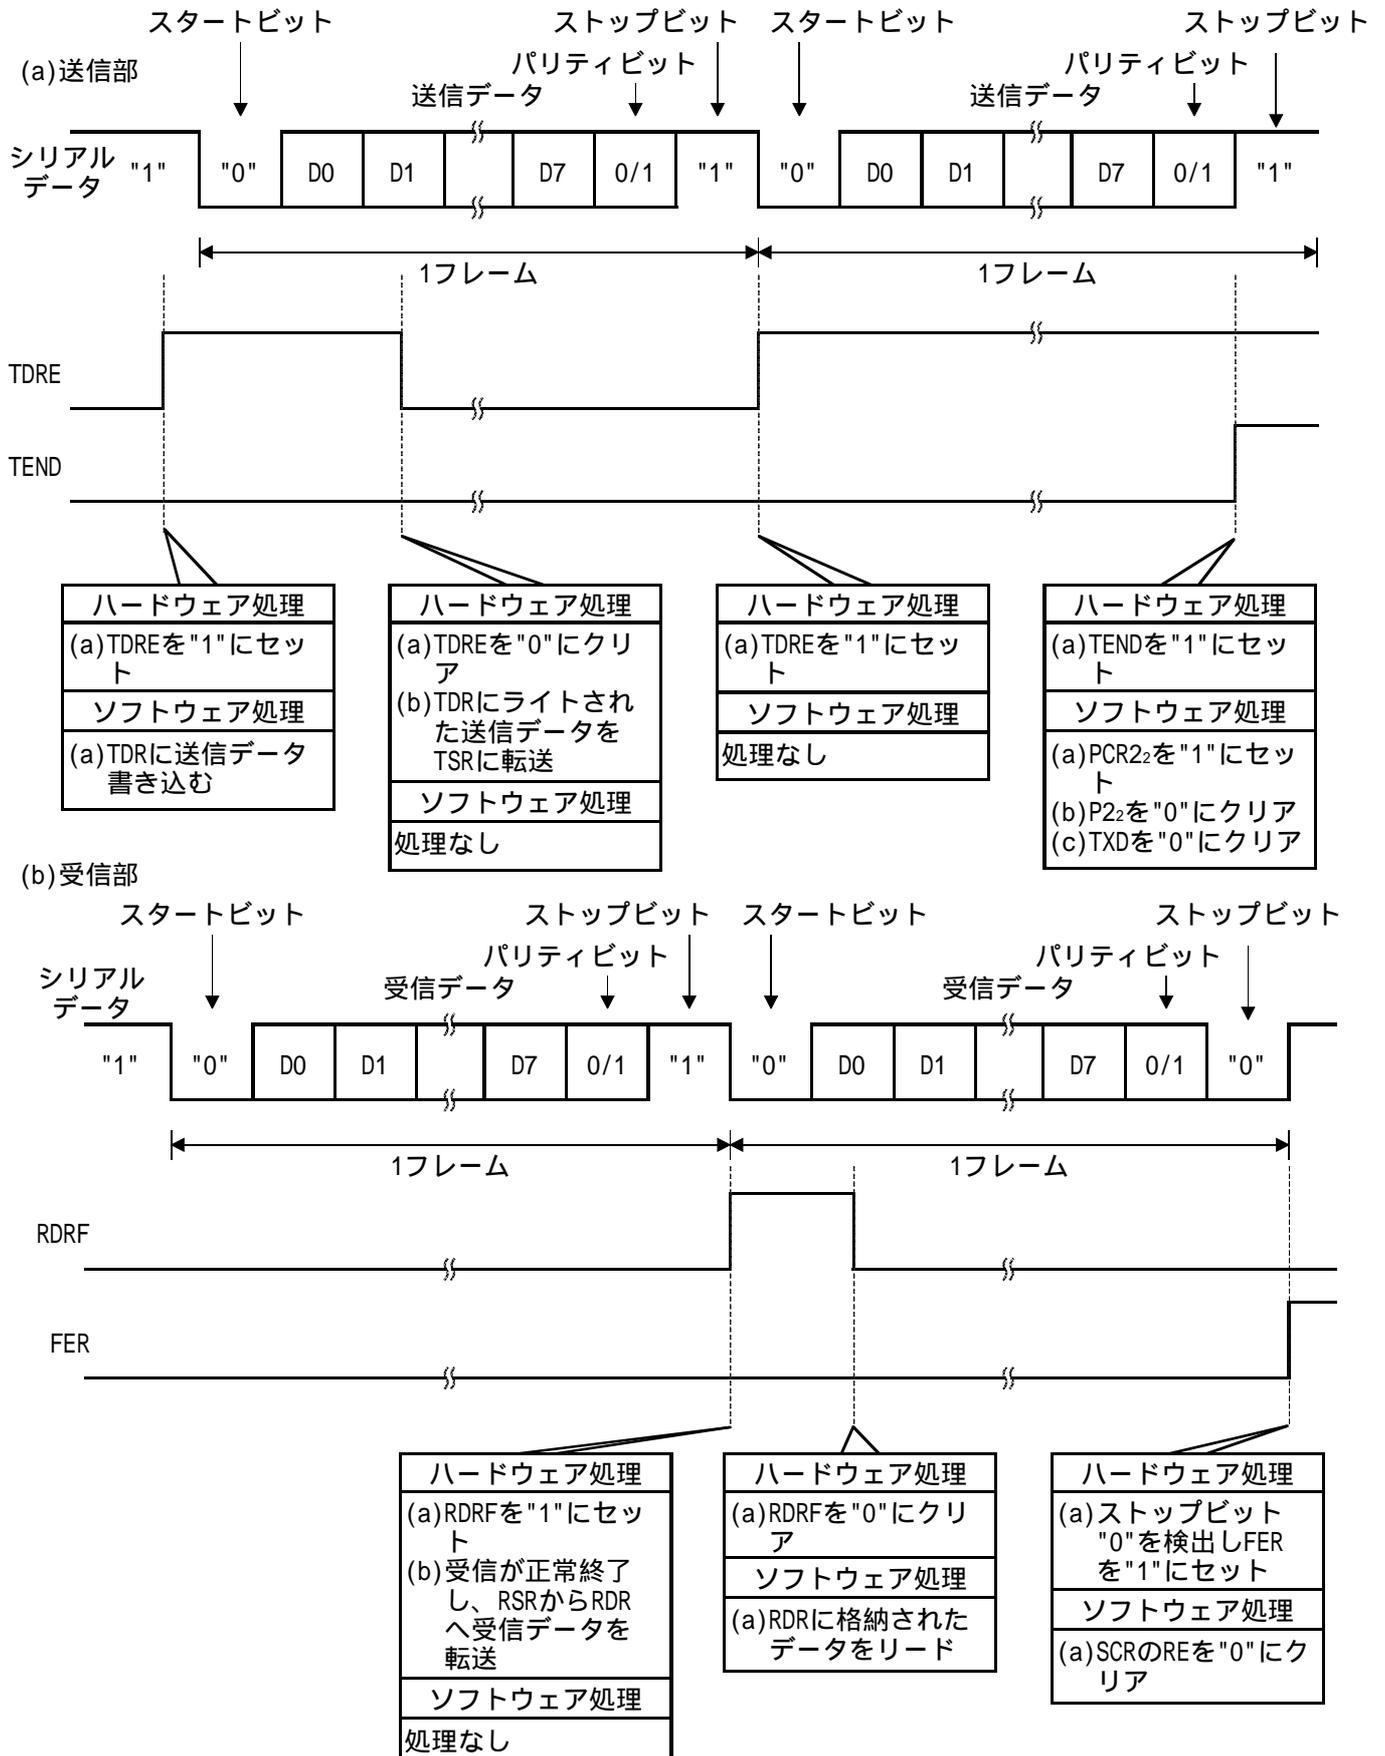

図4 調歩同期式シリアルデータ同時送受信の動作原理
(1) 図4に動作原理を示します。図4に示すようなハードウェア処理、およびソフトウェア処理により調歩同期式シリアルデータ同時送受信を行います。